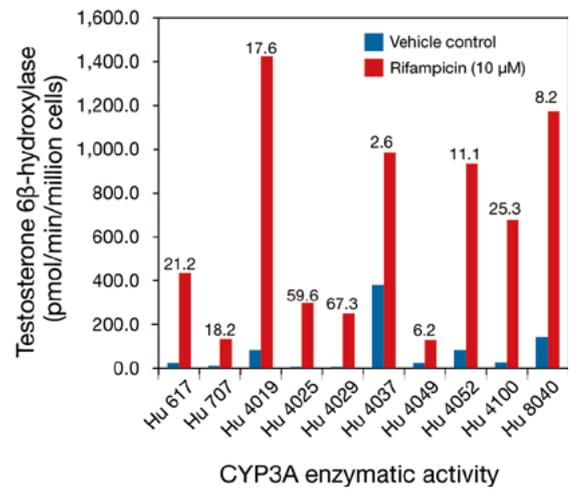

図 7. CYP3A の fold induction について試験した Gibco のヒト凍結肝細胞
当社の誘導用肝細胞は、典型的な誘導剤に反応させた場合の特異的活性と mRNA レベルの試験をパスしています。ヒト凍結肝細胞は 24 ウェルのコラーゲン塗布プレートで培養し、トリプレケートで溶媒 (0.1% DMSO)、オメプラゾール (OMP)、フェノバルビタール (PB)、リファンピシン (RIF) を投与して 72 時間放置します。一度単層を洗浄した後に、基質のフェナセチン、ブプロピオン、テストステロンを加えてインキュベートし、CYP1A2、CYP2B6、CYP3A の活性をそれぞれ決定します (表 1、図 7)。誘導された活性と溶媒で処理した場合の活性との比で特異的活性の fold induction を示します。処理後 48 時間に Applied Biosystems™ TaqMan® qRT-PCR 分析によって mRNA 量も測定します。